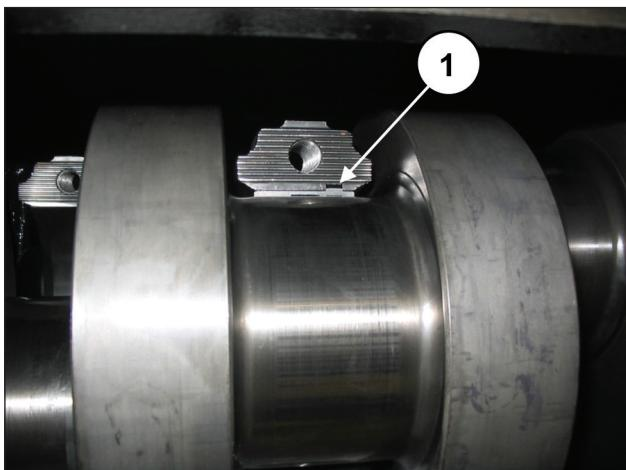

Fig. 58
Para uma montagem correta dos semi-rolamentos, verifique se a lingueta de referência dos semi-rolamentos está posicionada na compartimento apropriado na semi-bielas (pos. ①, Fig. 58).